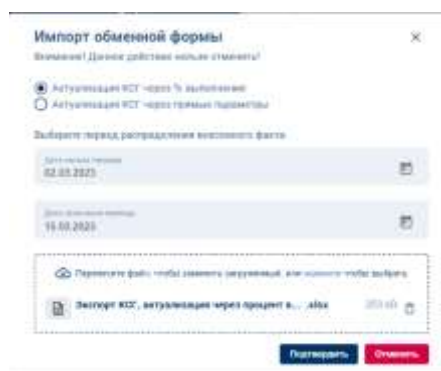

Рисунок 140 – Импорт обменной формы, актуализация КСГ через % выполнения
6.2 Выбрать тип загрузки ОФ «Актуализация КСГ через % выполнения» и необходимый период (как правило, он совпадает с периодом экспорта ОФ). Загрузить или перетащить в окно заполненную ОФ (Рисунок 140).